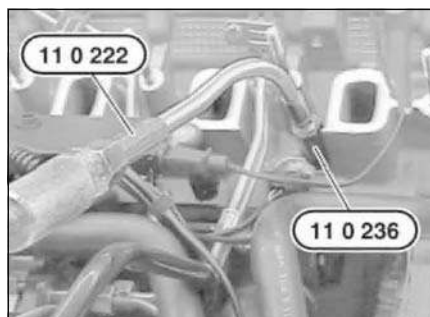

Рис. 6.44. Замер компрессии
- Вывернуть все свечи накаливания. Провернуть несколько раз стартером вал двигателя, что удалит из него оставшиеся отходы продуктов сгорания. Установить приспособление «11.0.236» в гнездо для свечей накаливания (рис. 6.44). Соединить приспособления «11.0.222» и «11.0.236», убедившись в исправности прокладки между ними.